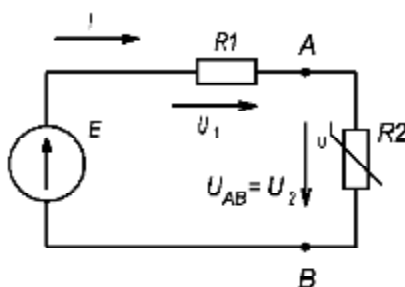

Рисунок 1.8
**Пример 3.** Линейный элемент с сопротивлением  $R = 200$  Ом, и нелинейный элемент, вольт-амперная характеристика которого задана в таблице 1.2, соединены последовательно и подключены к источнику питания с ЭДС  $E = 200$  В (рис. 1.8). Определить ток в цепи и напряжение на нелинейном элементе, используя исходные данные таблицы 1.2.